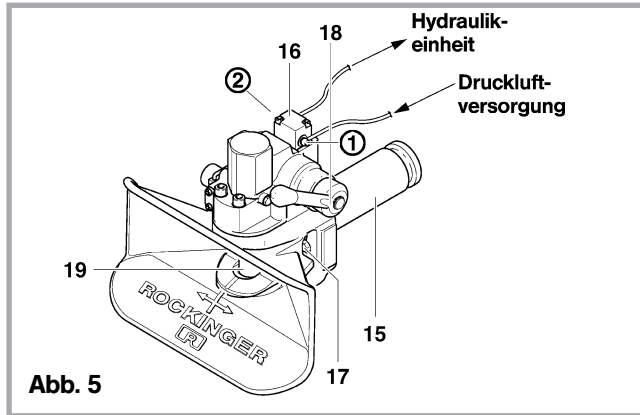

Abb. 5
- Pneumatikanschlusssatz montieren s. Abb. 5: (ROE 71610; Schäfer-System 232/NG6)
- Vom Ventil (16) Anschluss ② zur Hydraulikeinheit
- Vom Ventil (16) Anschluss ① zur Druckluftversorgung (Nebenverbraucher – max. 10 bar, min. 5 bar)
- Kupplung geschlossen: Druckstange (17) steht 15 mm vor.
- Handhebel (18) leicht anheben: Druckluft entweicht hörbar und entlastet die Hydraulikeinheit, Druckstange (17) lässt sich zurückdrücken (Hilfsmittel verwenden, Unfallgefahr!)
- Kupplung mit dem Handhebel (18) öffnen
- Kupplung schließen s. P. 2.2: Druckstange (17) kommt in Richtung Kupplungsbolzen